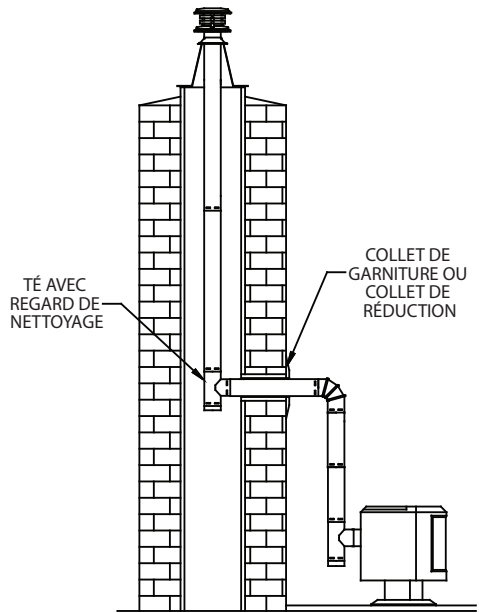

Figure 26
B. Un té est installé à la base du tuyau vertical (*Figure 26*).